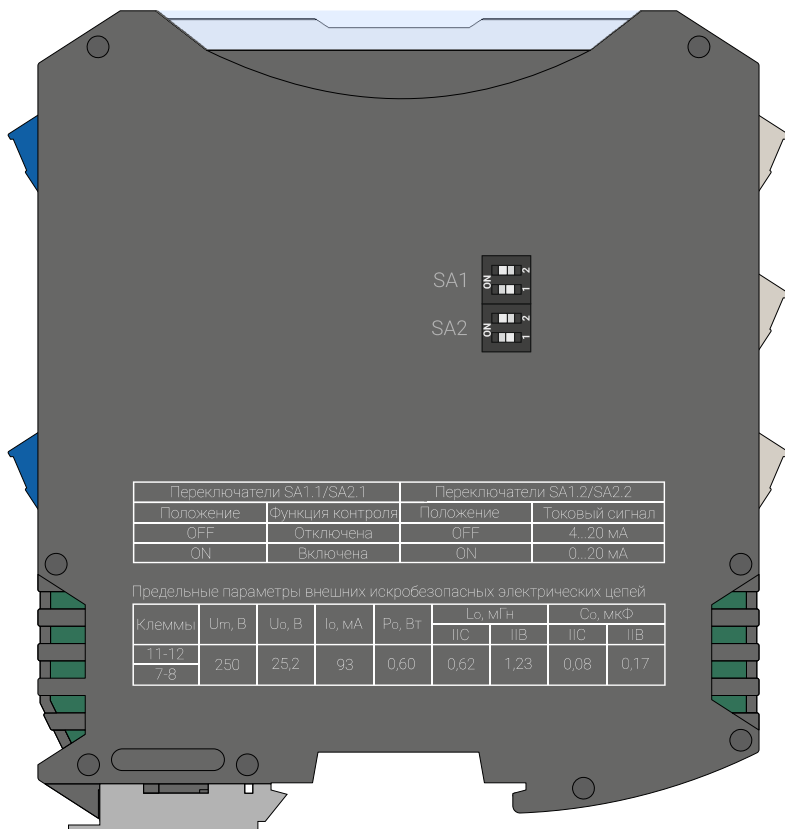

Рисунок 7 — Расположение переключателей
5.15 Настройка каналов барьеров осуществляется переключателями, расположенными на боковой стороне барьера (см. рисунок 7). Настройку следует проводить при выключенном напряжении питания.